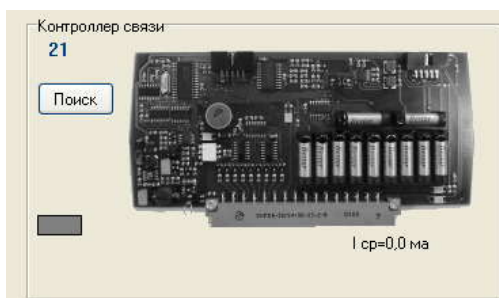

Рисунок 17 – Панель “Контроллер связи”
1.3. Нажать кнопку **Поиск** (рисунок 17), расположенную в главном окне программы на панели **Контроллер связи**.